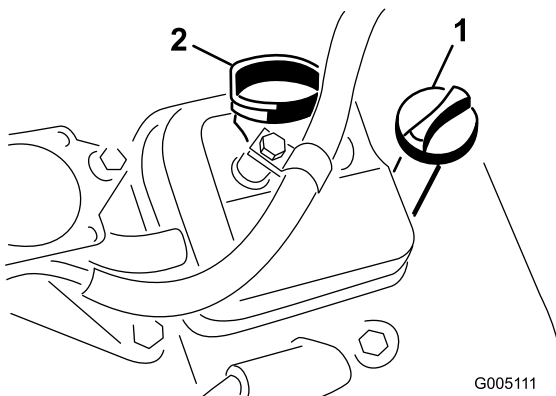

Bild 25
3. Stecken Sie den Peilstab in das Rohr und stellen Sie sicher, dass er vollständig eingeführt ist (Bild 25)